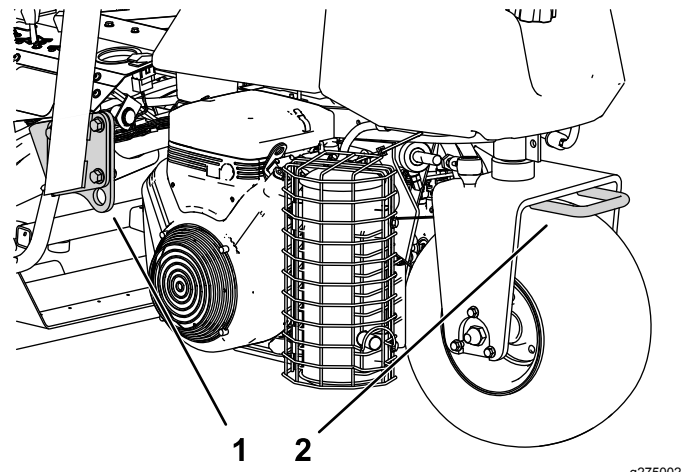

**图 27**
1. 找到泵上的旁通阀逆时针旋转 2 整圈图 27。
2. 启动发动机之前将旁通阀顺时针旋转 2 整圈关闭旁通阀图 27。